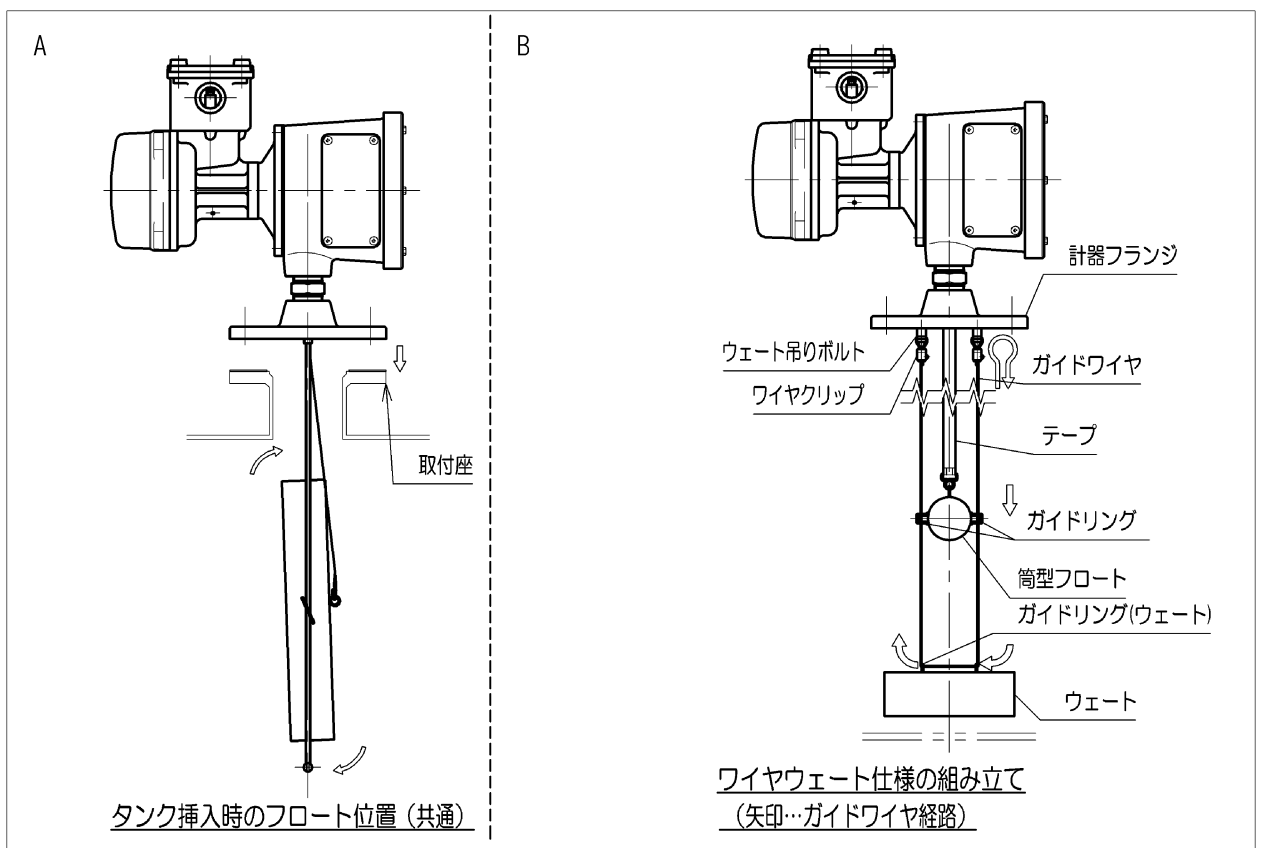

図 5.S方式の設置方法-ワイヤウェイト組み立て
- 4.3.5. ガasketを使用する場合は先に取付座に設置の上、フロートを図 5-A の通りに回転させて取付座から組み立てた接液部をタンク内に挿し込み、計器フランジを取付座に所定の締結部品で固定し取付を完了します。
4.4.1. 計器接液部分を組み立てます(図 5-B 参照)。
4.4.5. フロートを図 5-A の通りに回転させて取付座から組み立てた接液部をタンク内に挿し込みます。テープを手で持ちながら少しずつ繰り出す要領で慎重に降下させます。